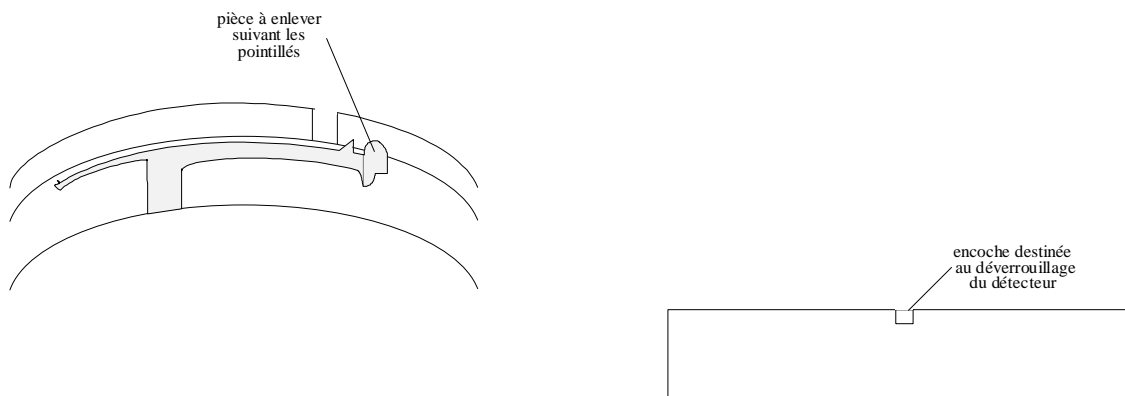

Figure 2 : Verrouillage et déverrouillage du détecteur
**MONTAGE DES DÉTECTEURS (SE REPORTER À LA FIGURE 2)**